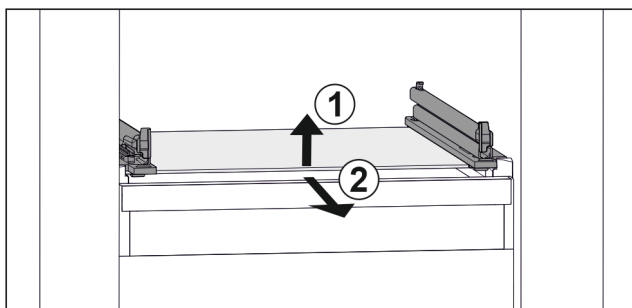

Fig. 139 Exempel på glashylla
- ▶ Lyft glashylla framtill. Fig. 139 (1)
- ▶ Ta ut glashylla framåt. Fig. 139 (2)